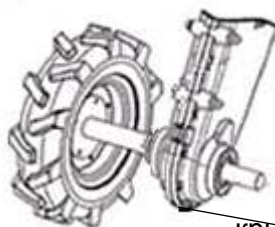

Рис. 20
2. Открутите крышку масло-сливного отверстия. (см. рис. 20) Для ускорения слива снимите крышку с маслозаливного отверстия.